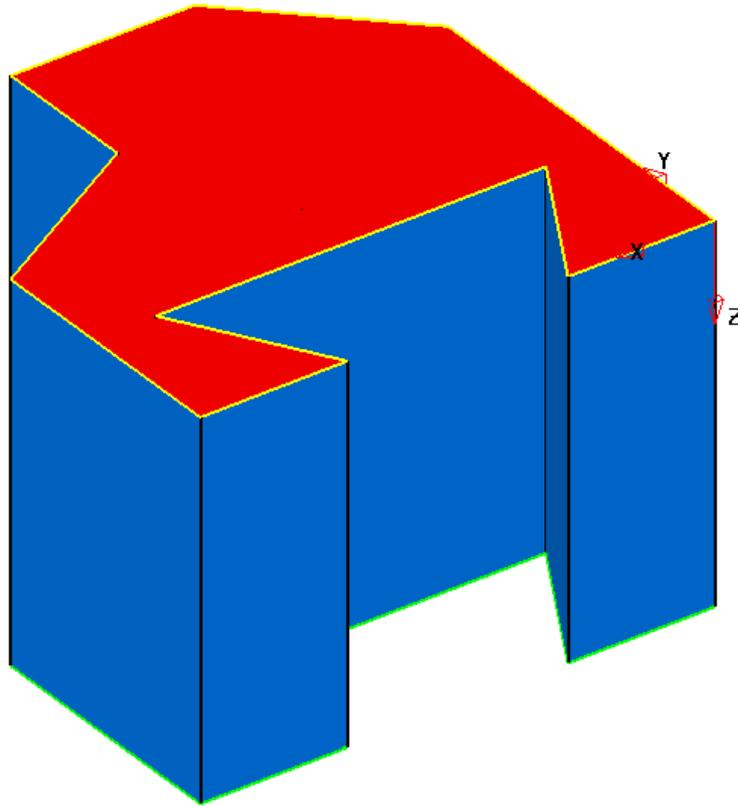

Figura 2.70 Superficie de relleno.
- Seleccionar una de las curvas compuestas. De la Barra de Herramientas Superficie , seleccionar Creación Automática de Superficies , se abre el formulario Creación Automática de superficies con la opción Relleno seleccionada como la mejor opción de los métodos (Figura 2.70). Sí la previsualización se ajusta a la superficie requerida hacer clic en Aceptar.